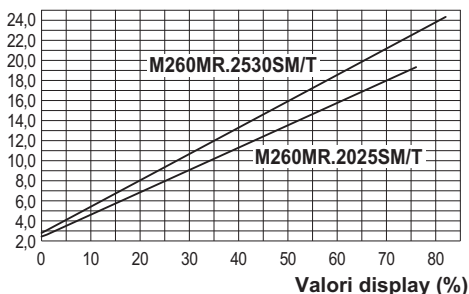
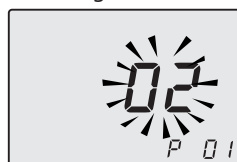
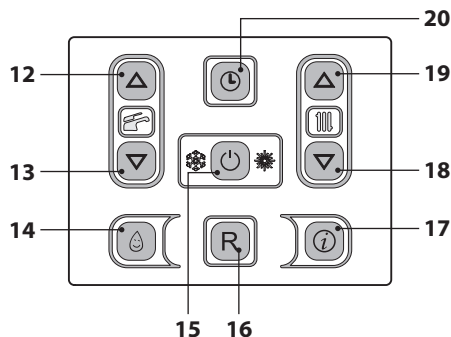

Figura 7.10
Figura 7.14
Figura 7.15
Il grafico in Figura 7.10 rappresenta come varia la potenza utile della caldaia in riscaldamento al variare del valore impostato nella scheda comando.
- Entrare in "modalità programmazione" preme contemporaneamente per 10 secondi i tasti 15 - 18 - 19 (Figura 7.15) fino a far apparire sul display LCD le lettere **P01** e il valore del parametro, indicanti l'entrata nel "parametro 01" (Figura 7.14).
- Utilizzando i tasti 12 o 13 (Figura 7.15) è possibile modificare il valore del parametro 12 (riferirsi al grafico Figura 7.10 per determinare il valore corretto in funzione della potenza utile di riscaldamento).
- Premendo il tasto 15 (Figura 7.15) si ottiene la conferma del valore inserito.